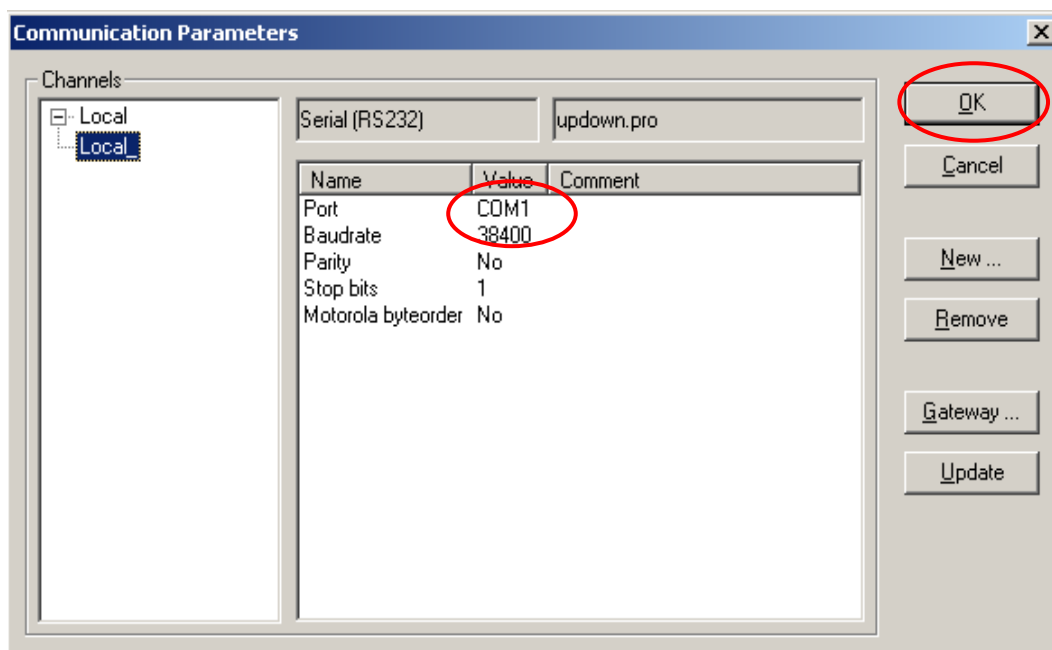

图 4-30 通讯速率设置
3、改变通讯速率。连续双击“Baudrate”中“Value”的对应值，使其变为“38400”，如图 4-30，点击“OK”确认。这样，本地计算机与 CPU 模块之间的通信连接便建立完成了。